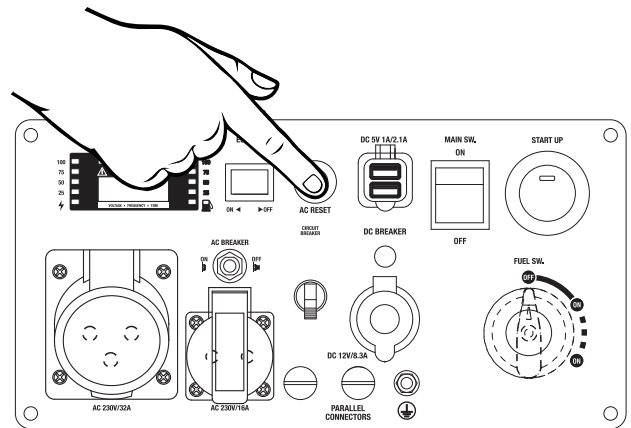

Abbildung 7: Reset-Schalter eindrücken
3. Drücken Sie den Reset-Schalter ein, um das Gerät zurückzusetzen (siehe Abbildung 7).